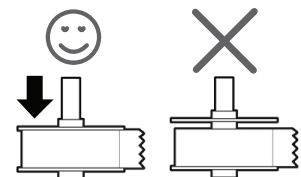

Рисунок 2
- Направляющая катушки этикеток должна быть до конца, без зазоров, надвинута на ролик. См. Рисунок 2.
- 5 Наденьте направляющую на шпиндель и плотно прижмите его к правой стороне рулона, **не оставляя зазора** между стенкой катушки и рулоном. См. Рисунок 2.